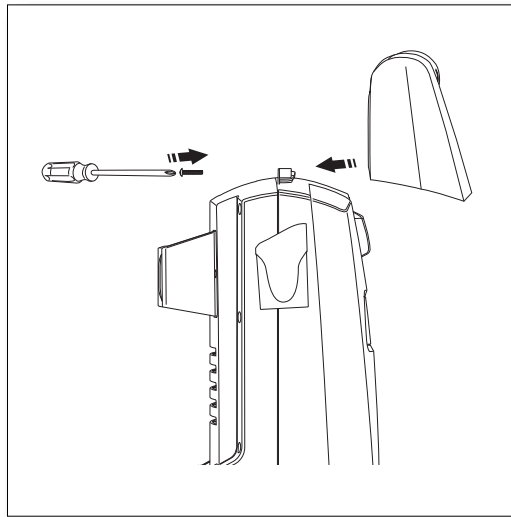

Fig. 1
- Instale la palanca de la alimentación BLUE CLEAN POWER WASHER (**Fig. 1**). Coloque los tornillos en los orificios del BLUE CLEAN POWER WASHER y manejar, tornillo. No use un destornillador potente. Cuando el tornillo está completamente apretado, dar un pequeño giro en sentido horario final del destornillador. No apretar en exceso.